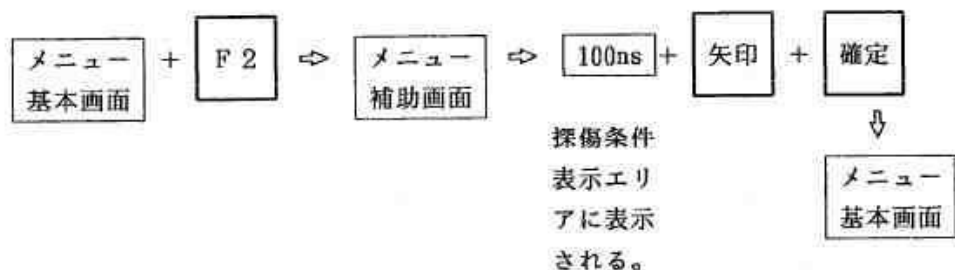

図 6.2.7 送信パルス幅の設定方法
〔送信パルス幅の設定手順〕 (図 6.2.7参照)
- ① 選択キー [F 2] を1回押すとメニュー補助画面がメニューエリアに表示されます。
- ② 選択キー [F 4] を1回押すと次ページの図 6.2.7の示すように送信パルス幅の設定値が探傷条件表示エリアに表示されますから、矢印キーを用いて所定のパルス幅を選択します。
- ③ 確定キーを1回押します。メニューエリアの画面は、メニュー基本画面に戻ります。